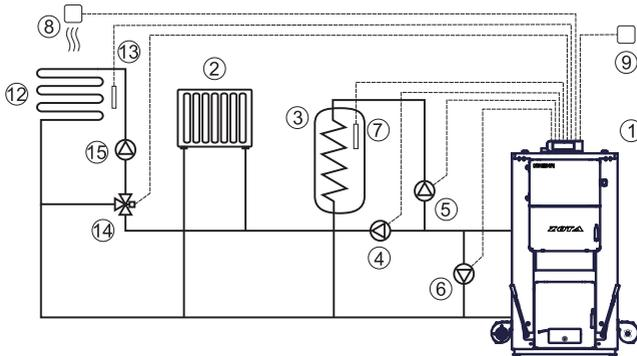

Рис.7 Упрощенная схема подключения котла с узлом рециркуляции
7.4.6. Во избежание конденсации продуктов сгорания в котле и повышения долговечности котла и дымохода, отопительный котел должен быть оборудован рециркуляционной системой или смесительным устройством, поддерживающим температуру теплоносителя на входе в котел выше 65°C , (см. рис.7; 8; 9).